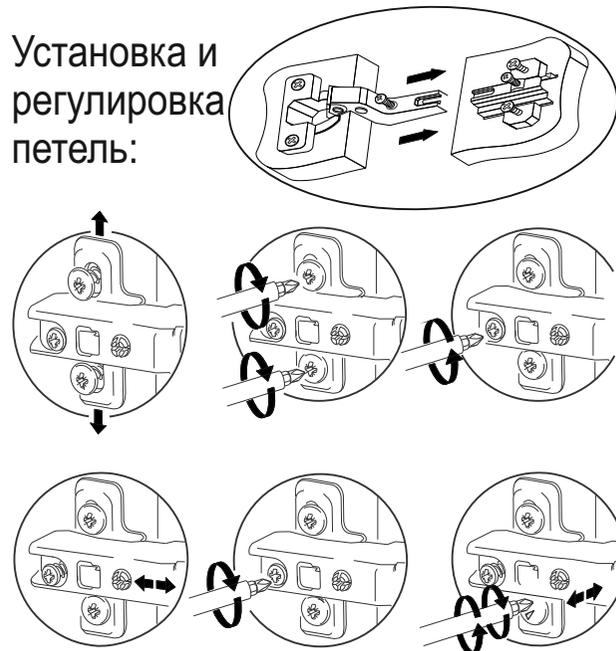

Рис.14
- 14) Детали №41 (стекла) стеклопетлей установите в футорки на деталях № 25 и 26, отрегулируйте и закрепите стеклопетлями (см. рис. 14).